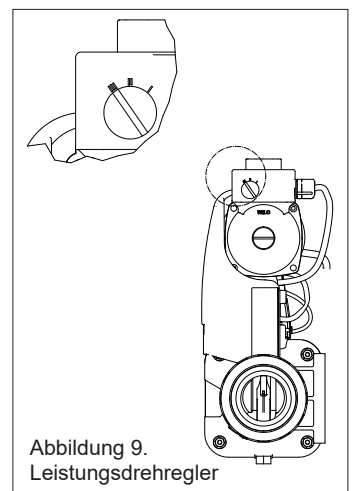

Abbildung 9. Leistungsdrehregler
3. Die höchste Leistungsstufe an der Umwälzpumpe von Aqua-Mex FE einstellen (indem der Drehregler in die Position III gestellt wird), siehe Abb. 9
5. Das Gerät starten, indem die ON/OFF-Taste (C) betätigt wird.